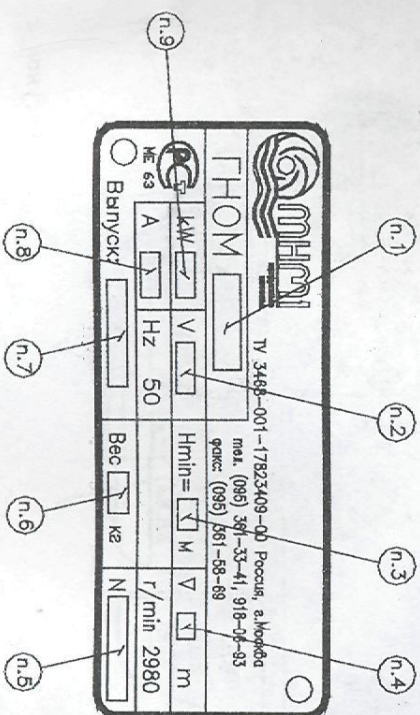

Рисунок 1
4.4. На верхней крышке насоса находится заводская табличка, на которой помещена следующая информация (см. Рисунок 1).